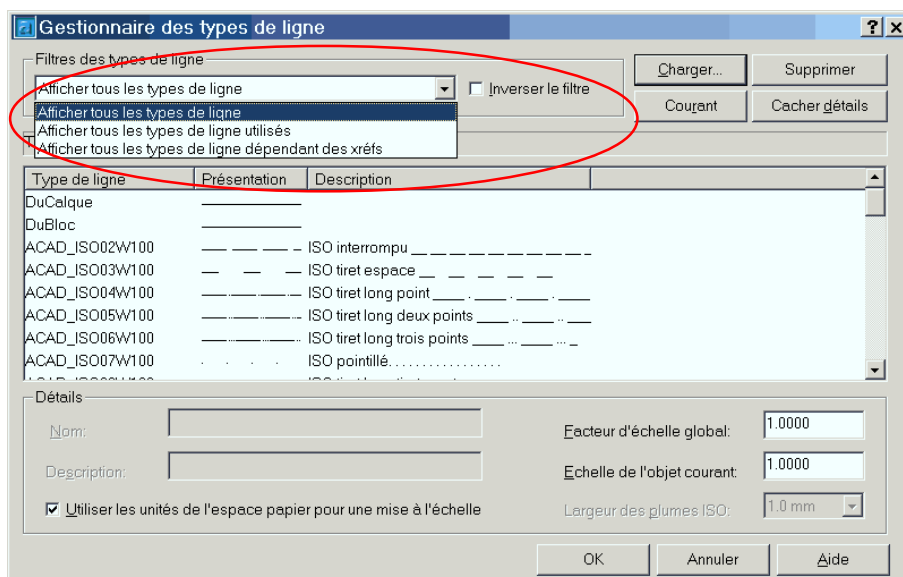

FIGURE 13
- 2 - Sélectionnez une des trois options de filtre (**Figure 13**),